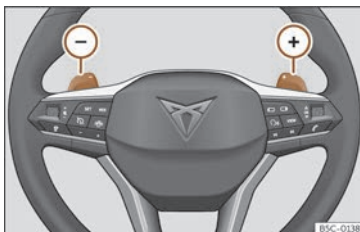

Fig. 117 Volant: palanques per a canvi automàtic.
- Premeu la lleva de canvi (+) per inserir una marxa superior >>> **fig. 117**.